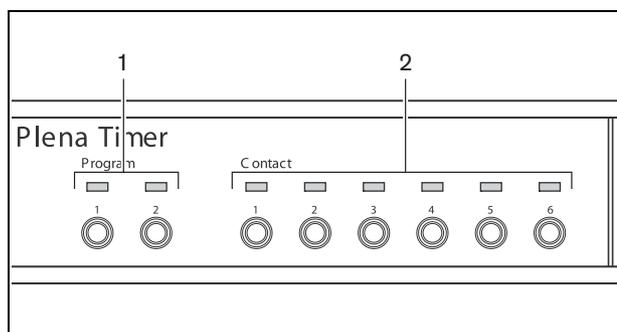

figura 4.2: LED sul pannello frontale
Se è disponibile l'alimentazione della rete elettrica (o quella ausiliaria), i LED Program (1) e Contact (2) sul pannello frontale del Timer si accenderanno momentaneamente durante la fase iniziale di avvio del sistema e il display principale si accenderà (vedere la figura 4.2).